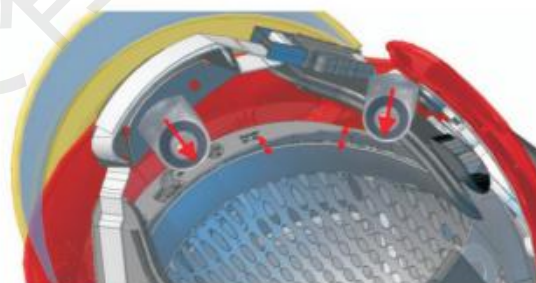

图8, 振动传感器
2. 使主带按箭头所示的方向倾斜, 插入振动传感器到头盔内层图8中所描绘的两个位置中其中的一个。振动传感器可以用魔术贴装在缓冲层。